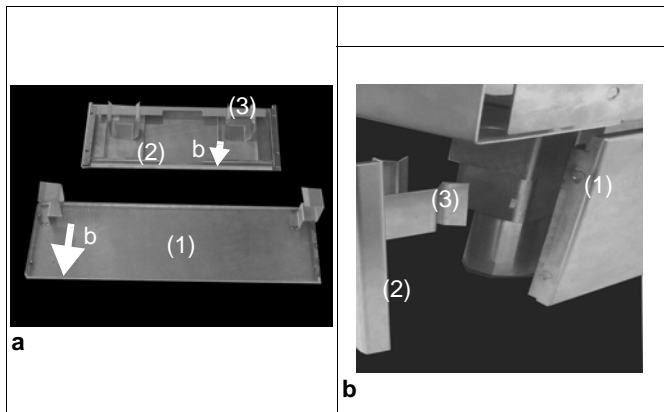

Fig.3 Montaggio dello zoccolo
- Zoccoli laterali sinistro e destro (1 / Fig.3).
- Zoccolo per il lato anteriore e per gli apparecchi indipendenti anche per il lato posteriore (2 / Fig.3).
- ⇒ Spingere sui piedi lo zoccolo laterale (1 / Fig.3) con il supporto, dal davanti verso il dietro. La parte più lunga (b / Fig.3) del supporto dev'essere in basso.
- ⇒ Applicare i supporti (3 / Fig.3) nello zoccolo (2 / Fig.3). La parte più lunga (b / Fig.3) del supporto dev'essere in basso.
- ⇒ Infilare lo zoccolo sui piedi con i supporti (3 / Fig.3).